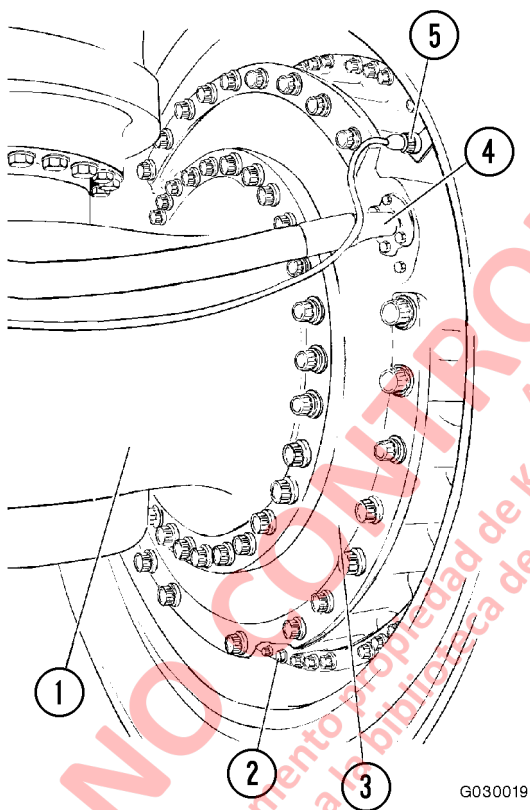

FIGURA 3-1. INSTALACIÓN DEL HUSILLO Y LAS RUEDAS DELANTERAS
6. Desconecte el (los) conector (es) del sensor de velocidad (5, Figura 3-1). Amarre los cables alejados del husillo para evitar que se dañen durante el desmontaje de este.